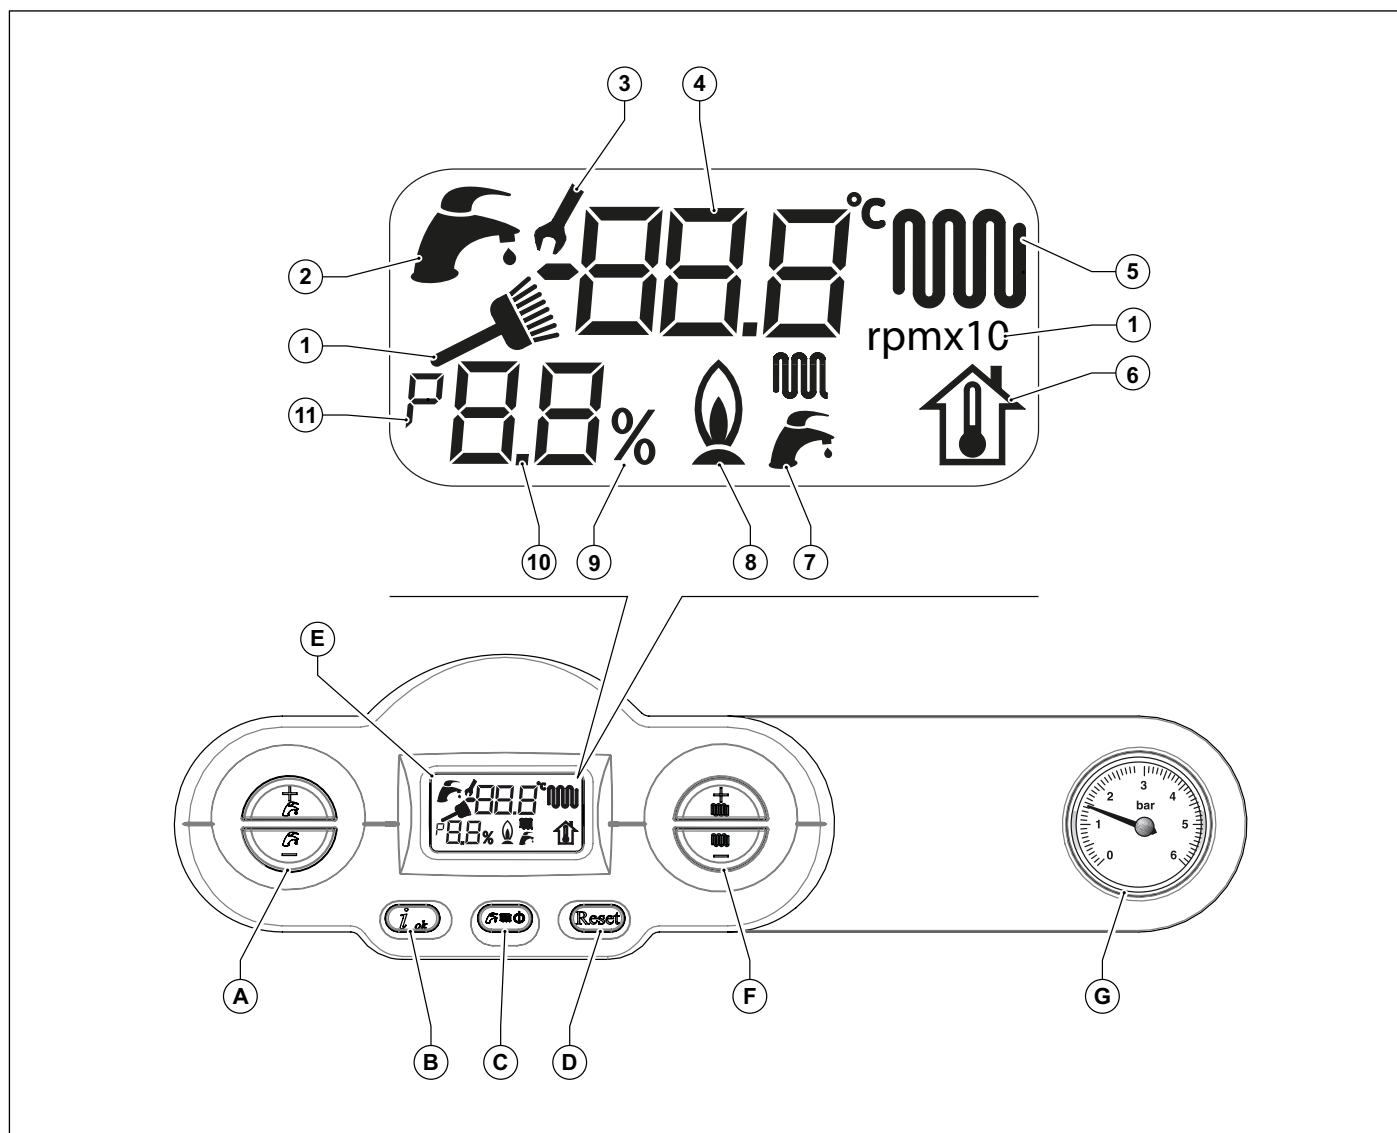

Fig. 1 Panou de comandă
- Alegeți sistemul de funcționare a centralei termice: OFF (OPRIT), VARĂ, IARNĂ, DOAR ÎNCĂLZIRE (vezi tasta (C) din Fig. 1 Panou de comandă la pagina 8).